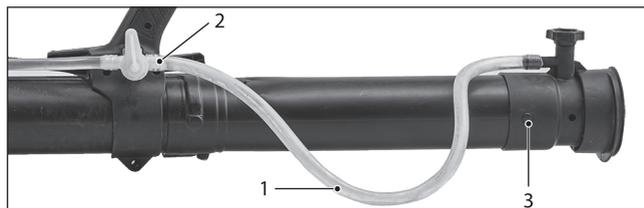

Рис. 14
8. Отключите шланг 1 (рис. 14) от крана на рукоятке 2. Снимите распылитель 3 во избежание его повреждения при работе с порошковыми и гранулированными веществами.
2. Отключите шланг 1 (рис. 14) от крана на рукоятке 2. Снимите распылитель 3 с напорной трубы.